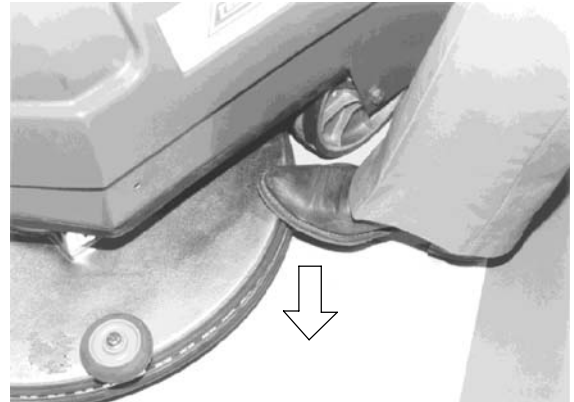

FIG. 2
2. Frappez légèrement sur le côté avant droit de la protection du patin avec la pointe du pied. La tête remonte en position de montage du patin (Figure 2).